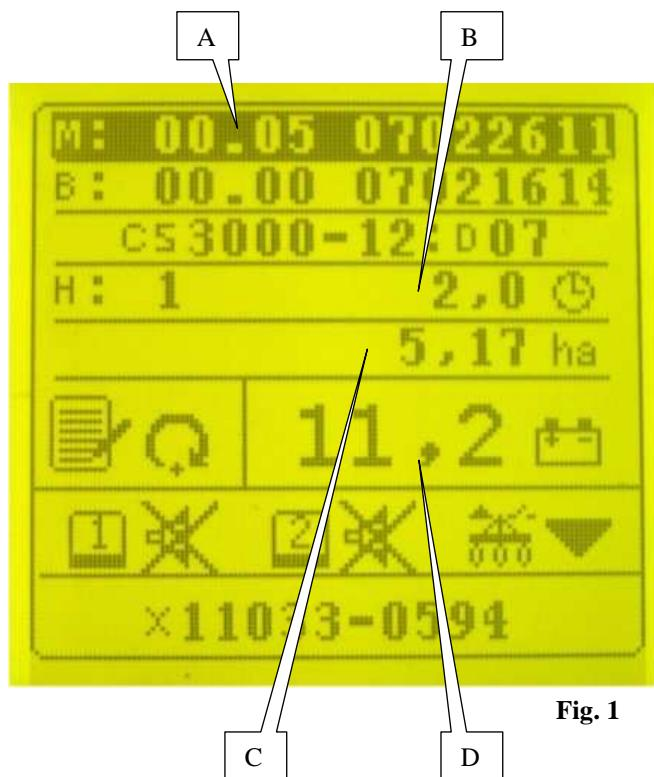

Fig. 1
(fig.1) e confermare con  . Appare la visualizzazione (Fig. 2).
a) sous-programme paramétrage console (Fig. 1)
cadrant et valider . L'affichage (Fig. 1) apparaît.
a) Practical use of the console sub-menu (Fig. 1)
. Display (Fig. 1) appears